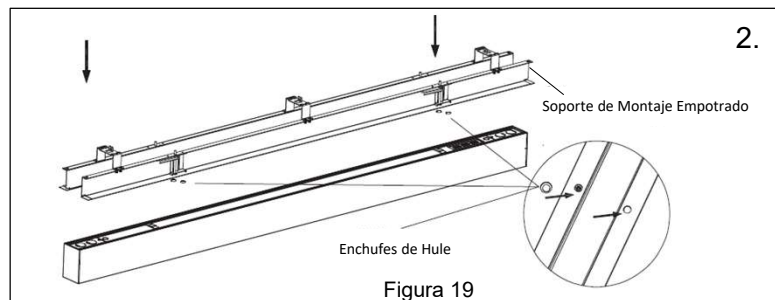

Figura 19
- Retira los 4 tapones de goma del soporte de montaje, luego coloca el soporte de montaje en la lámpara. **Ver Figura 19.**